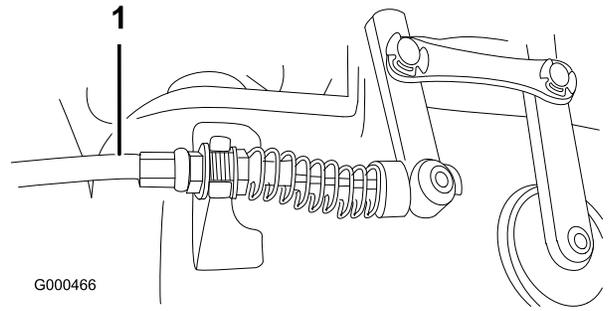

図 50
2. リール・コントロール・ケーブルの前ジャム・ナットをゆるめ、後ジャム・ナット（図 50：ギアボックスの上部）を締めてケーブルの張りを出し、さらに 3.2～4.5 kgの力でリール・コントロールがつかないようにする。力の計測はコントロール・ノブの部分で行う。